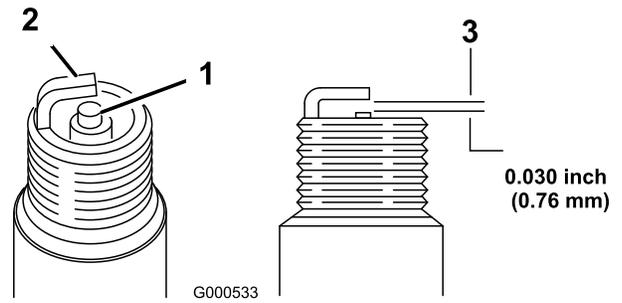

图40
1. 查看火花塞的中心 图40。
2. 检查中心电极与侧电极之间的空隙 图40 如果空隙不正确则弯转侧电极。